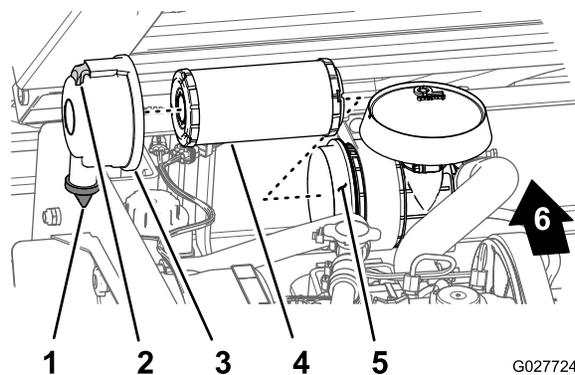

Figura 34
- Verificate che il corpo del filtro dell'aria sia privo di danni che possano causare una fuoriuscita d'aria (Figura 34).
- Tirate il fermo verso l'esterno e ruotate il coperchio del filtro dell'aria in senso antiorario (Figura 34).
- Estraete con cautela l'elemento del filtro dal relativo alloggiamento (Figura 34), in modo da ridurre lo spostamento di polvere.